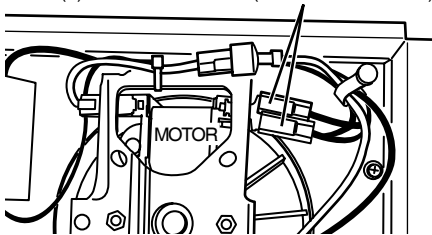

FIG. 11 - 120VAC TO 240VAC CONVERSION CONVERSIÓN DE 120VCA A 240VCA
2. 120 VAC to 240 VAC Conversion (FIGS. 11 & 12) (Factory-wired 120 VAC Models 170 and 174 ONLY)
2. Conversión de 120 VCA a 240 VCA. (FIGS. 11 & 12) (SOLAMENTE Modelos 170 & 174 de 120 VCA cableados en fábrica).